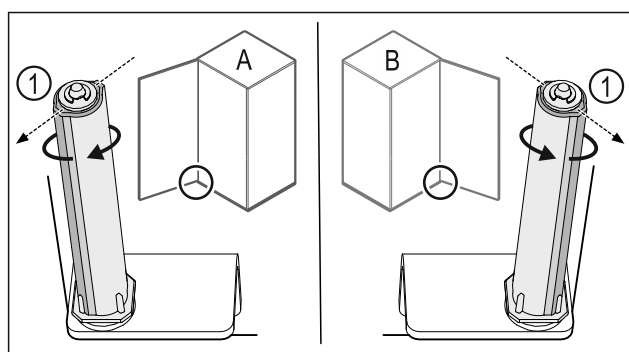

Fig. 30 Kreisais atbalsts (A) / labais atbalsts (B)
- Grieziet slēgšanas sistēmu pret pretestību, līdz slēgšanas sistēmas balstiņš Fig. 30 (1) ir vērsts uz augšu.